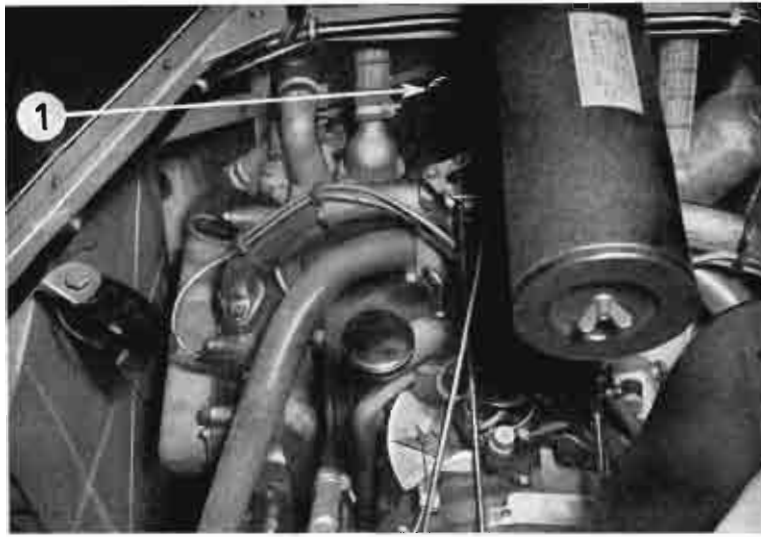

Fig. 37
Courroie du ventilateur. — C'est le basculement de la dynamo autour d'un axe d'articulation qui permet de régler la tension de la courroie. Il faut donc débloquer l'axe d'articulation et la glissière (1) (fig. 37), pousser la dynamo de façon à tendre la courroie sans forcer et rebloquer.